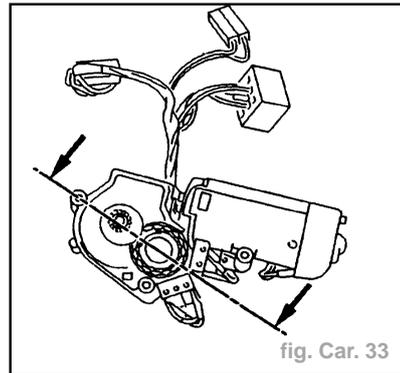

fig. Car. 33
**Impératif :** Avant la repose de l'ensemble motoréducteur, s'assurer de l'alignement des repères situés sur les cames d'entraînement (fig. Car. 33).